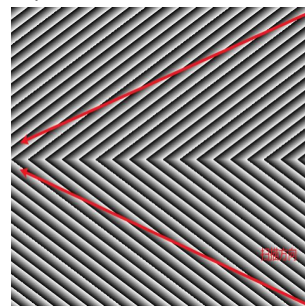

图 5-13
- (4) 斜角灰度移动渐变: 如图 5-13 所示, 预览为斜对角方向的运动灰度渐变图;